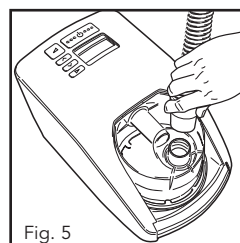
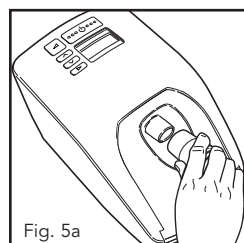

Fig. 5
Fig. 5a
4. Un extremo del tubo contiene un conector plástico blanco. Colocar este conector en la salida que se encuentra en la parte superior de la cámara (Fig. 5) o en la salida CPAP (Fig. 5a).